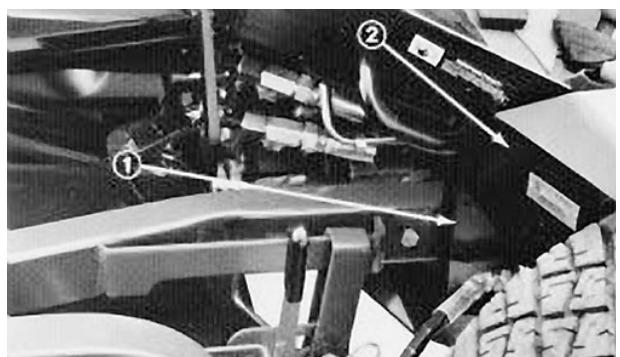

Figure 67
4. Enlever les (2) vis de montage et contre-écrous qui fixent les bâts de support des unités de coupe aux bras de relevage du groupe de déplacement (Fig. 67).